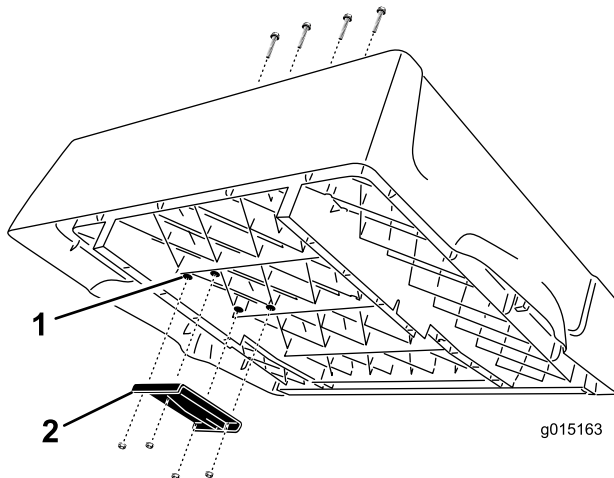

Figura 3
1. Localize as 4 bossas no lado inferior da caixa no lado direito (Figura 3). Utilizando um perfurador com uma broca de 9,5 mm, perfure cuidadosamente através das bossas para fazer quatro furos através da parte inferior da plataforma.
2. Monte o suporte de elevação superior na parte inferior da caixa com 4 parafusos de cabeça chata, parafusos Phillips (3/8 x 2-1/2 pol.) e porcas de bloqueio flangeadas (bloqueio Whiz) (3/8 polegada). Coloque o apoio (Figura 3).